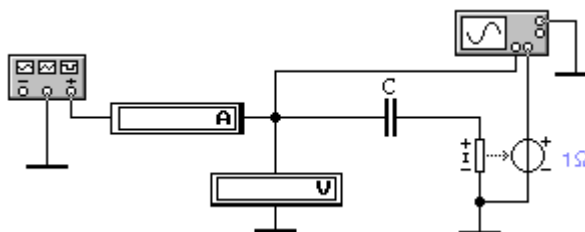

Рисунок 3- Схема исследования цепи с идеальным конденсатором
1. Собрать схему электрической цепи (рисунок 3).